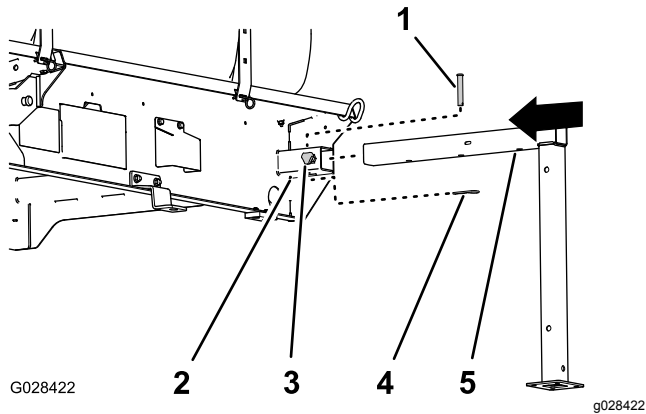

図 130
1. 前用のジャッキスタンドを、タンク前部のジャッキスタンド受けに合わせる 図 130。
2. ジャッキスタンドをスタンド受けに差し込み、スタンドの水平チューブの中央の穴をジャッキ受け上部の穴に整列させる 図 130。
4. ジャッキ受けにロックノブを取り付けて手締めする 図 130。